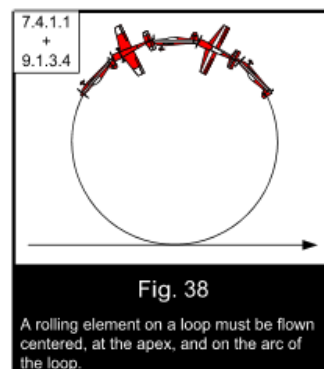

Fig. 38
S'il y a une rotation (tonneau, tonneau à facettes ou tonneau déclenché) au sommet de la boucle, la rotation doit être centrée dans boucle et suivre l'arc de la boucle en elle-même (Fig. 38). Réaliser un tonneau en ligne droite au sommet de la boucle sera sanctionné d'une déduction d'au moins deux (2) points. Si le tonneau n'est pas centré, cela doit être sanctionné d'une déduction de 0.5 point par 5 degrés de décalage avec le centre.